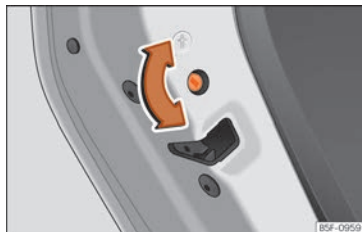

Fig. 79 Sécurité enfants de la porte gauche.
- Lorsque la porte est ouverte, tournez la rainure avec la clé du véhicule dans le sens horaire pour les portes de gauche » **fig. 79** et dans le sens antihoraire pour les portes de droite.
- Lorsque la porte est ouverte, tournez la rainure avec la clé du véhicule dans le sens antihoraire pour les portes de gauche » **fig. 79** et dans le sens horaire pour les portes de droite.